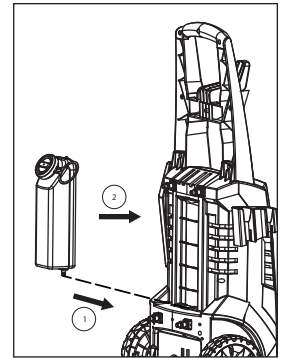

Ilustración 6 - Ensamble la botella de detergente en la unidad
4. Ensamble la botella de detergente en la unidad al insertar la salida de la botella en el agujero correspondiente en la unidad y luego empuje la botella sobre la unidad (ver la ilustración 6).